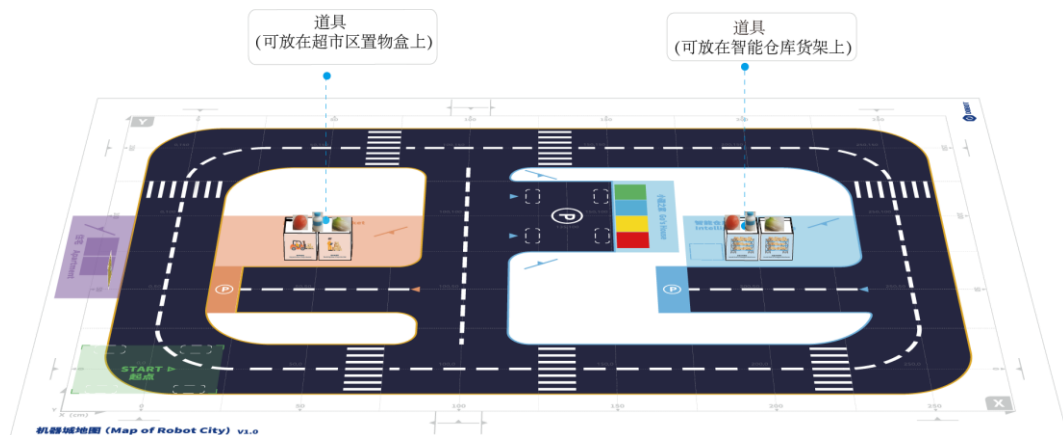

图 5.8 道具摆放位置
4. 道具包括橙子、白菜和矿泉水，如表 5.6所示。模拟超市、智能仓库进货或出货时，请根据图 5.8中建议位置摆放道具，并保证道具放置在智能仓库货架或超市区置物盒上。